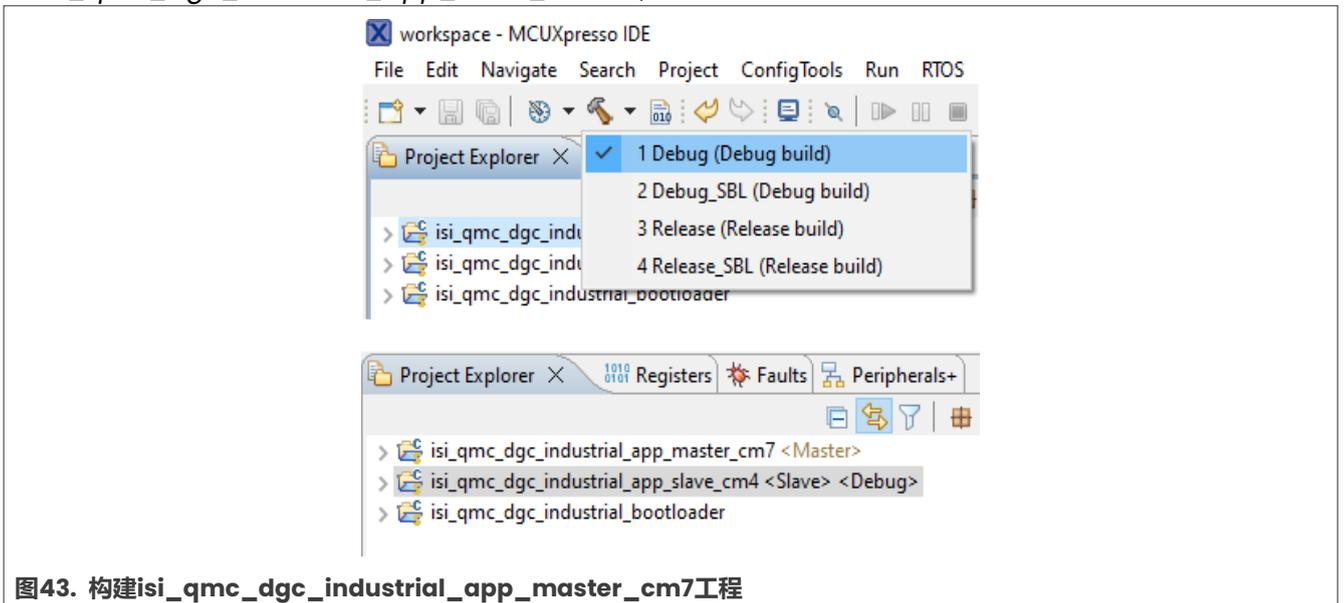

图43. 构建isi\_qmc\_dgc\_industrial\_app\_master\_cm7工程
2. 构建isi\_qmc\_dgc\_industrial\_app\_master\_cm7工程，如图43所示：